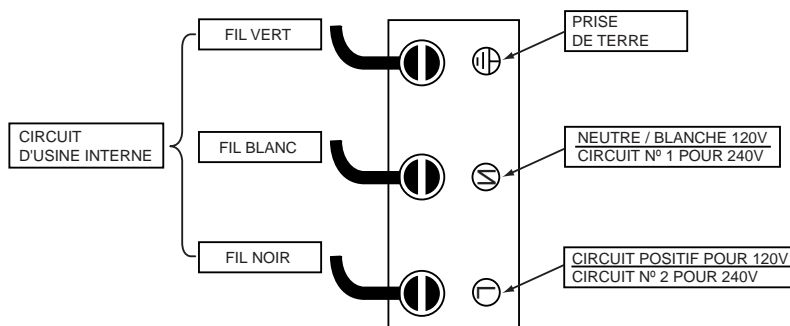

Figure 17.
- Lors du branchement de l'alimentation au « Circuit de Raccord » à l'intérieur de la boîte à fusible, suivez la polarité comme il est indiqué ci-dessous. Lors du branchement à 120V AC, assurez-vous de brancher le câble au raccord (L), le câble neutre au raccord neutre (N) et la prise de terre au raccord terre (GND), voir dessous, **Figure 17**.